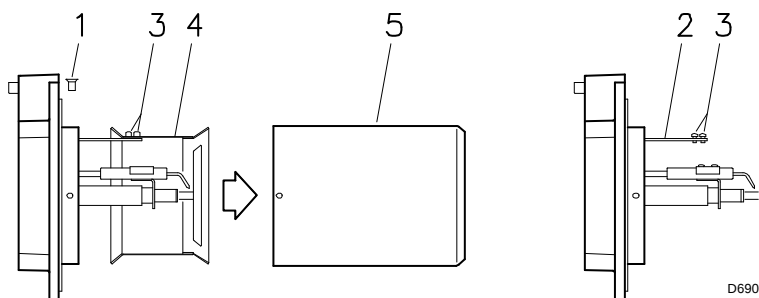

图 8
5.5 固定燃烧器到锅炉上 (图 8)
- 拧下螺栓 1) (图 8), 并拆下燃烧筒 5)